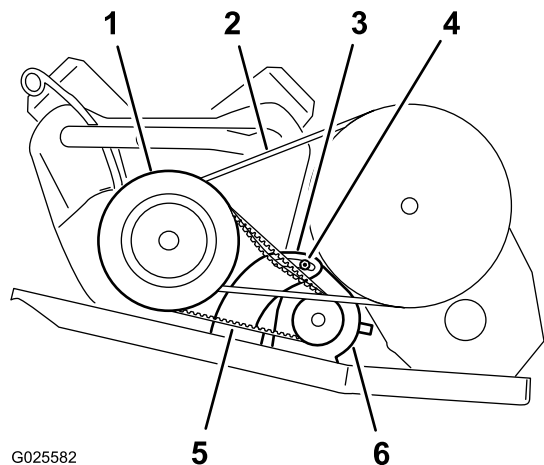

Figura 53
2. Afloje la tuerca del pivote del generador de arranque (Figura 53).
4. Aplique presión descendente sobre la palanca para hacer girar el motor de arranque hacia abajo en la ranura, hasta que la tensión de la correa sólo permita una desviación de 6 mm con 44 N de fuerza (Figura 53).
5. Apriete la tuerca del pivote a mano y retire la palanca (Figura 53).